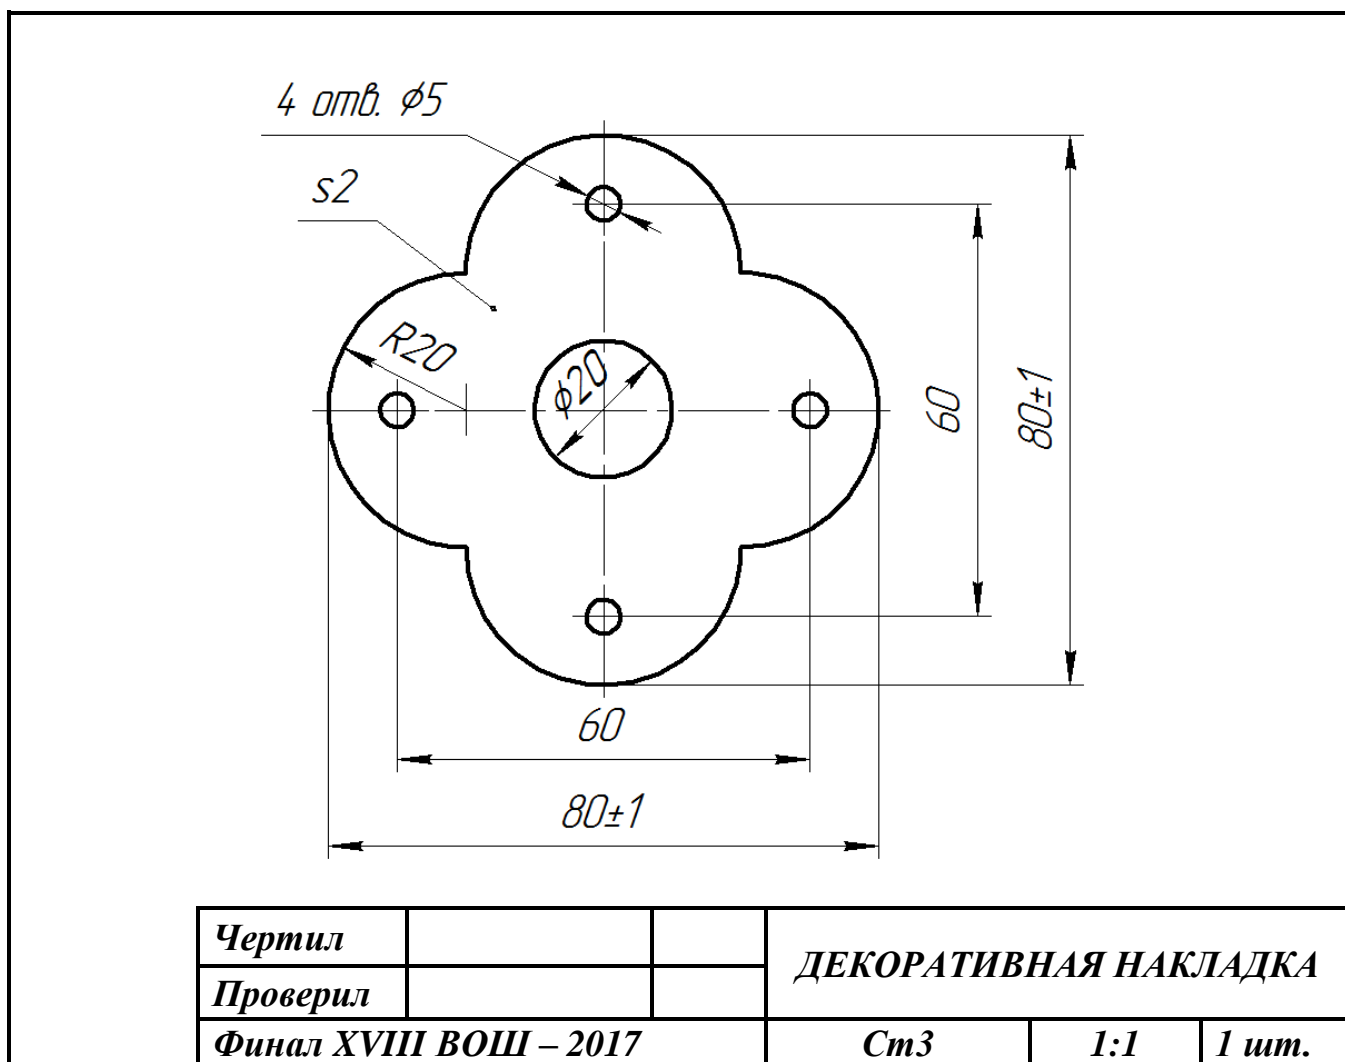

Рис. 1. Чертеж декоративной накладки
1. Предельные отклонения готового изделия по наружному контуру ± 1 мм, по внутреннему контуру $\pm 0,5$ мм, (рис. 1).